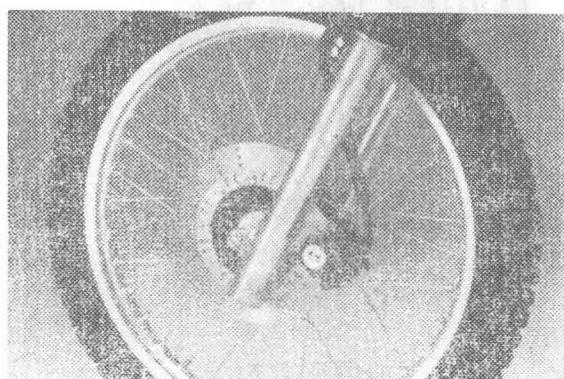

图38 川崎KL250R
⑤ 盘式制动器也应用在越野车上，在设计上更加精巧耐用。制动盘采用耐泥水的特殊材料制造(图38)。